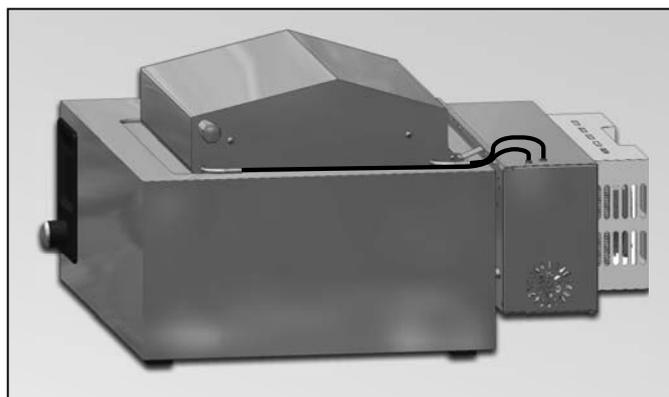
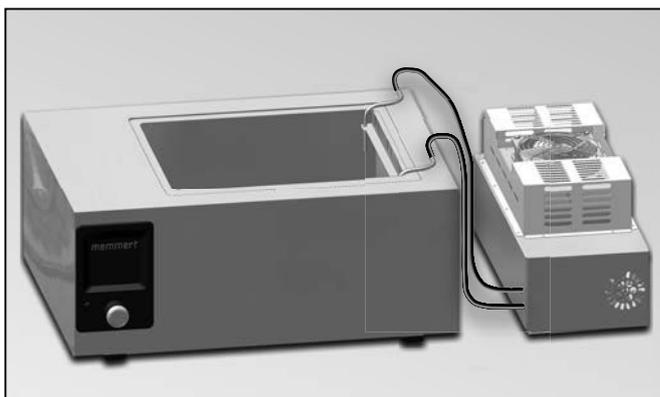

Fig. 3 Bloc réfrigérant fixé sur l'arrière du bain
Fig. 4 Bloc réfrigérant posé à côté du bain
- ▶ Première possibilité : fixation sur le bain-marie (compatible uniquement avec bain doté du couvercle-pupitre ; v. Fig. 3. Descriptif du montage à partir de la page 9)
- ▶ Deuxième possibilité : pose indépendante à côté du bain, Fig. 4. Descriptif du montage à partir de la page 14).
L'installation du bloc réfrigérant CDP 115 pour bains-marie nécessite divers accessoires. La nature des accessoires dépend d'une part de son mode d'installation (fixé sur le bain ou posé à côté, Fig. 3 et Fig. 4). D'autre part, cela dépend du type du bain utilisé avec le bloc (pour connaître le type du bain utilisé, voir la plaquette d'identification fixée sur le côté du bain).
Montage sur cuve (v. Fig. 3)...	Disposition libre (v. Fig. 4)...